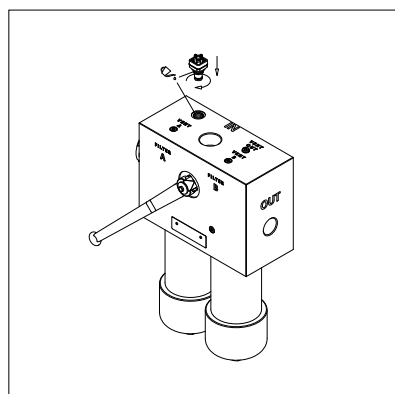

fig. 21
- (Fig. 21) Lubrificare con il fluido di lavoro il filetto e l'O-ring del corpo indicatore, quindi avvitare il corpo indicatore facendo riferimento alla tabella delle coppie di serraggio al paragrafo 3